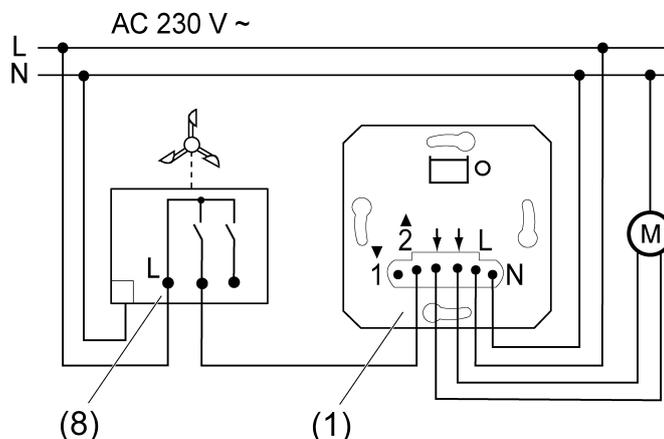

рисунок 6: Пример подключения датчика ветра
- Подключите датчик ветра (8), как показано на примере (см. рисунок 6). Сигнал тревоги ветра реализуется через вход 2 дополнительного узла.